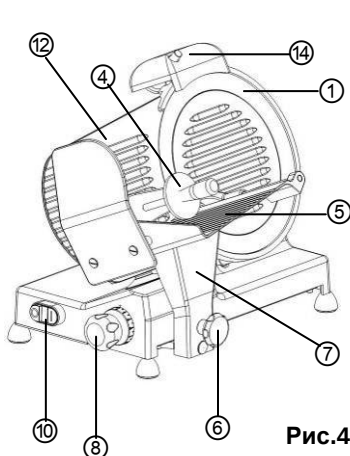

Рис.4
- Прежде чем включать прибор, проверить нижеуказанные пункты (рис. 4):
Работа прибора (рис. 4, 5)